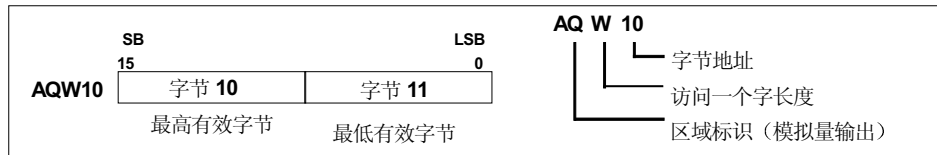

图 5-6 存取模拟量输出值
S7-200 把1个字长 (16位) 数字值按比例转换为电流或电压。可以用区域标识符 (AQ)、数据长度 (W) 及起始字节地址来置这些值。如图 5-6 所示, 因为模拟输出量为一个字长, 且从偶数字字节 (如 0.2, 4) 开始, 必须使用偶数字字节地址 (如 AQW0, AQW2, AQW4) 来设置这些值。用户程序无法读取这个模拟输出值。